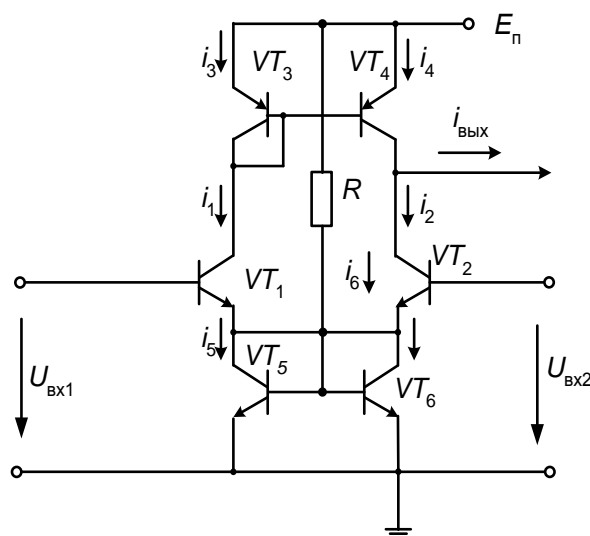

Рис.9.7.
В современных схемах ДУ в качестве нагрузки в коллекторных цепях и источника тока в эмиттерных цепях используются *токовые зеркала*. В качестве примера схемы ДУ с генератором тока в виде токового зеркала приведена схема на рис.9.7. *Анализа схемы на рис.9.7. не дано: схема приведена только в качестве примера. О токовых зеркалах смотри в лекции 7.*
1. Рабочая точка для обоих транзисторов задаётся генератором стабильного тока. В современных разработках схем ДУ в качестве ГСТ используются «*токовые зеркала*» (рис.9.7).